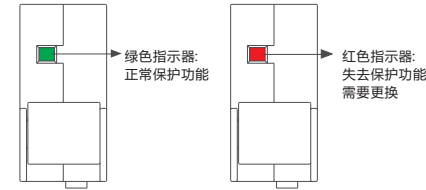

图2 状态指示
5.1 安装使用前先检查电涌保护器标志与所使用的工作条件是否相符；电涌保护器状态指示，如下图2。